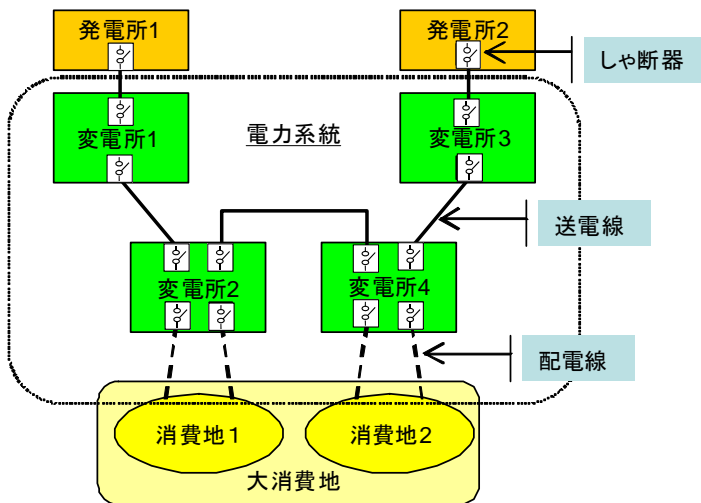
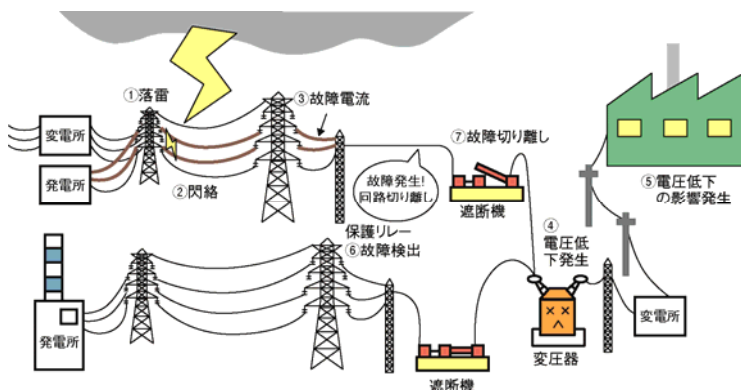

図 32 発電所から消費者までの電気の流れの道筋
図 34 送電線に落雷があった時の状況
図 32 は、発電所からの電気の流れる道筋を表したものです。発電所で起こされた電気は、「変電所」「送電線」「配電線」を通じて消費者のもとに送られますが、これをまとめて「電力システム」といいます。送る部分を「送電系統」、配る部分を「配電系統」と分けて呼ぶこともあります。「電力システム」には、たくさんの遮断器があります。これは、大きなスイッチと考えると下さい。
例えば、図 32 の変電所 3 から変電所 4 への送電線で事故があったとします。図 34 にあるように、送電線に落雷が起こると①、雷によって送電線と鉄塔の間で放電(図 34 では「閃絡」)が起こり②、放電した道筋を通して大きな電流が流れ③、送電線の電圧が低下し④、各種の影響が発生します⑤。
ずっと事故の状態のままなので、遮断器をオンにして線路をつなぐことはできません。図 32 の変電所 3 から変電所 4 への送電線でそのような事故が起こると、発電所 2 から消費地 2 に電気を送る経路がなくなってしまいます。そのままでは、電気が不足しますので、発電所 1 の発電を増やして消費地 1、2 で必要な電気を発電します。このような工夫で停電を防いでいます。これが、「電力システム」が停電を防いでいる仕組みのひとつです。基本的にひとつのところに 2 つ以上の経路で電気を送れるようにし、ひとつの送電線が切れても、残った送電線で送れるようにしています。また、発電所も必要に応じて発電を増やせるように準備しています。